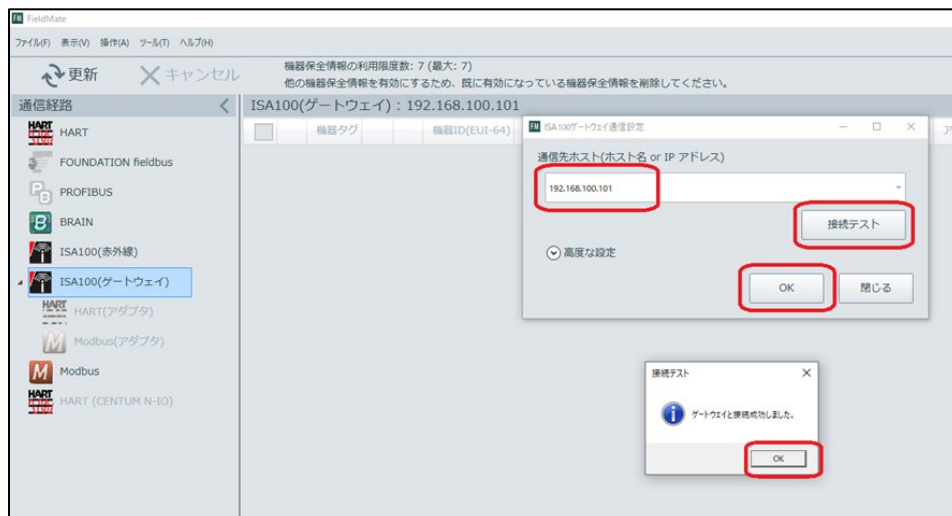

図 5-7 セグメントビューワ (ISA100 ゲートウェイ通信接続確認)
- ④ 管理ステーションの IP アドレスを入力後、「接続テスト」を選択し正常に接続が出来ていることを確認します。(図 5-7)